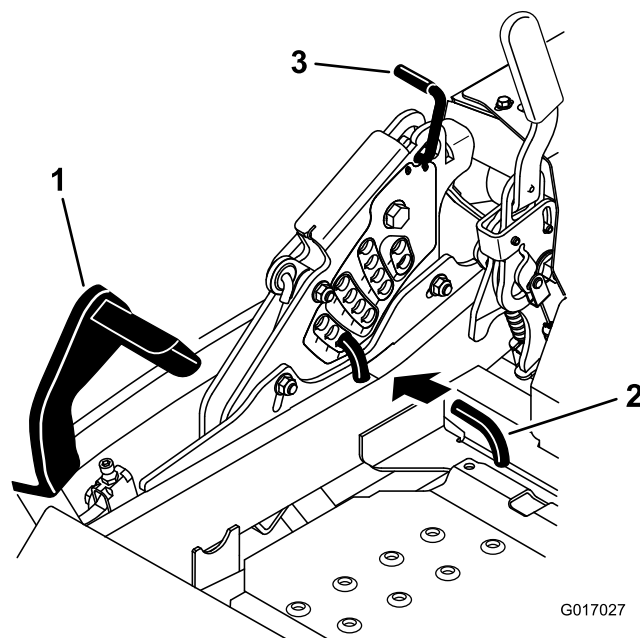

Figura 88
5. Empuje el pedal de elevación de la carcasa hacia delante del todo; la carcasa se enganchará en la posición de transporte de 14 cm (5-1/2 pulg.) (Figura 88).